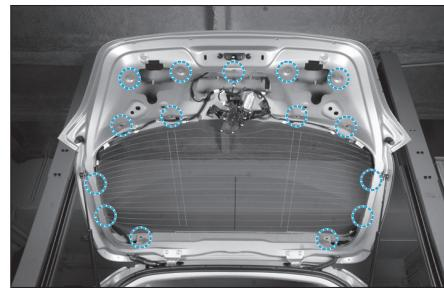

Fig. 85
- Ouvrir le hayon et à l'aide d'une pince à dégrafer, déclipser fermement avec précaution la garniture aux endroits indiqués (Fig.85).